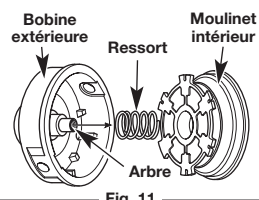

Fig. 11
3. Sortez le moulinet intérieur de la bobine extérieure (Fig. 11).
4. Sortez le ressort du moulinet intérieur (Fig. 11).